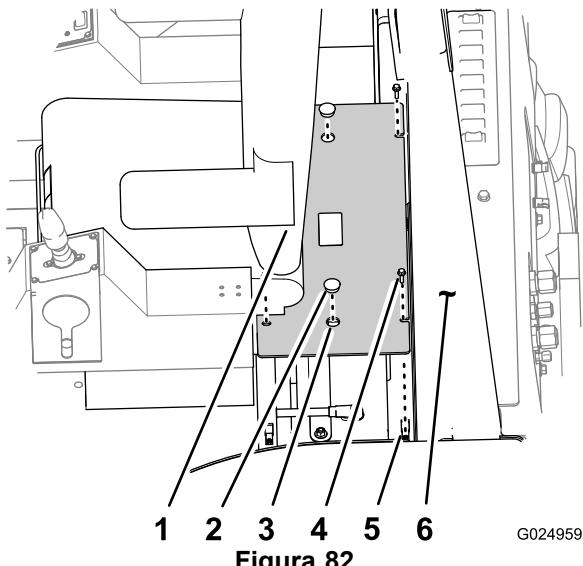

Figura 82
3. Remova os 4 parafusos que fixam a tampa da bateria à plataforma EPCC (Figura 82).
1. Aline os orifícios nas abas de fixação da tampa da bateria com as porcas da placa na plataforma EPCC em torno da bateria (Figura 82).
2. Fixe a tampa da bateria à plataforma EPCC com os 4 parafusos (Figura 82).